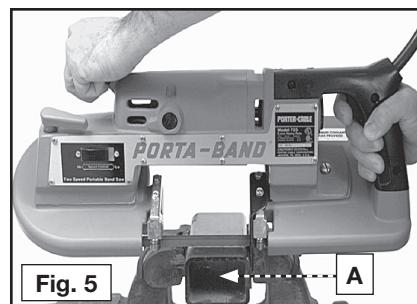

Fig. 5
- Maintenir la scie comme indiqué par la Fig. 5, avec la butée de travail (A) en contact avec la pièce à travailler et les dents de lame à l'écart de la pièce à travailler.